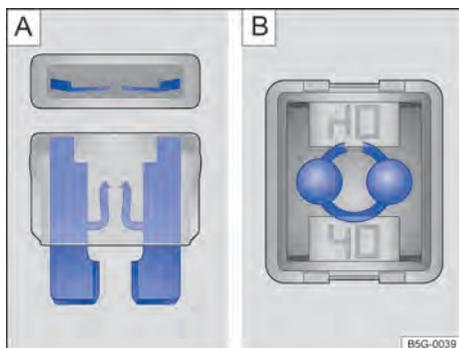

Fig. 143 Fusível queimado: **A**) fusível plano, **B**) fusível de bloqueio.
- Um *fusível plano* (ATO[®], MINI[®]) queimado é reconhecido de cima ou de lado pela carcaça transparente nas faixas metálicas derretidas → Fig. 143 **A**).
- Um *fusível de bloqueio* (JCASE[®]) queimado é reconhecido pelas faixas metálicas derretidas por cima da carcaça transparente → Fig. 143 **B**).